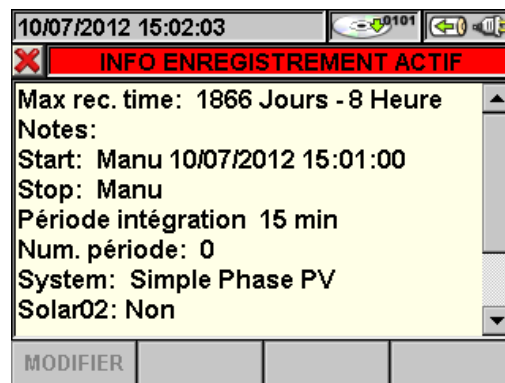

Fig. 113 : Page-écran des informations sur l'Engistrement avec système PV réglé
6. Dans la page-écran à la Fig. 113 sont reportées les informations suivantes :